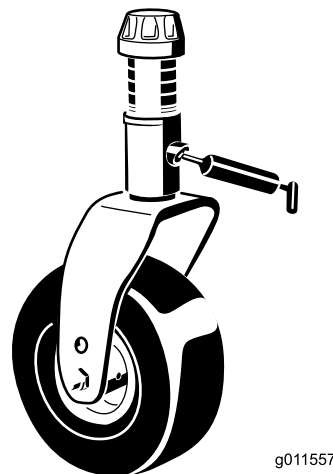

Figura 21
Eixo da roda giratória (2) (Figura 21)